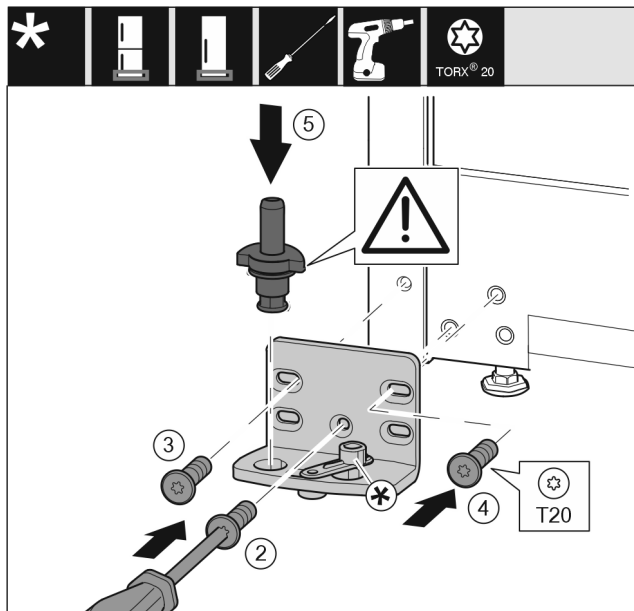

Fig. 17
- ▶ Поставете лагерната стойка от другата страна и я завийте с помощта на отвертка T20. Започнете с винт 2 долу в средата. Fig. 17 (2)
- ▶ Затегнете винт 3 и 4. Fig. 17 (3,4)
- ▶ Вкарайте изцяло лагерния болт. При това обърнете внимание на това, фиксиращата гърбица да сочи назад. Fig. 17 (5)